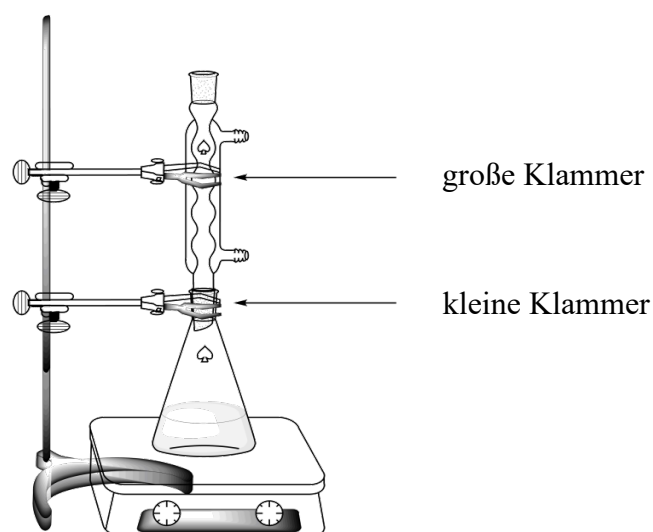

Abb. 1. Apparatur zum Erhitzen der Reaktionsmischung unter Rückflusskühlung
- Schließen** Sie den Rückflusskühler an, indem Sie die große Klammer lockern und eine Schliffverbindung herstellen (siehe Abb. 1). **Halten** Sie Ihre HELP-Karte hoch. Die Laboraufsicht wird Ihnen dann die Wasserkühlung und die Heizplatte einschalten.
14. **Führen** Sie die Umkristallisation des Rohproduktes im 50 mL Erlenmeyerkolben mit **Schliff** mit der notwendigen Menge dieser Wasser/Ethanol-Mischung durch. Verwenden Sie den gleichen apparativen Aufbau wie für das Rückflusskochen (siehe Abb. 1). **Halten** Sie Ihre HELP-Karte hoch. Die Laboraufsicht wird Ihnen dann die Wasserkühlung und die Heizplatte einschalten. Geben Sie bei Bedarf weiteres Lösungsmittel über die obere Kühleröffnung zu.